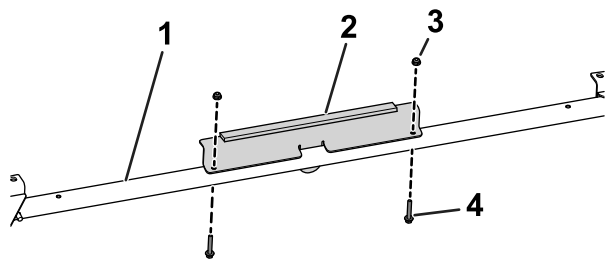

Рисунок 37
11. Прикрепите переднюю опору к передней поперечине с помощью 2 болтов с шестигранными фланцевыми головками ($\frac{1}{4}$ x $1\frac{1}{2}$ дюйма) и 2 гаек ($\frac{1}{4}$ дюйма) (Рисунок 37).